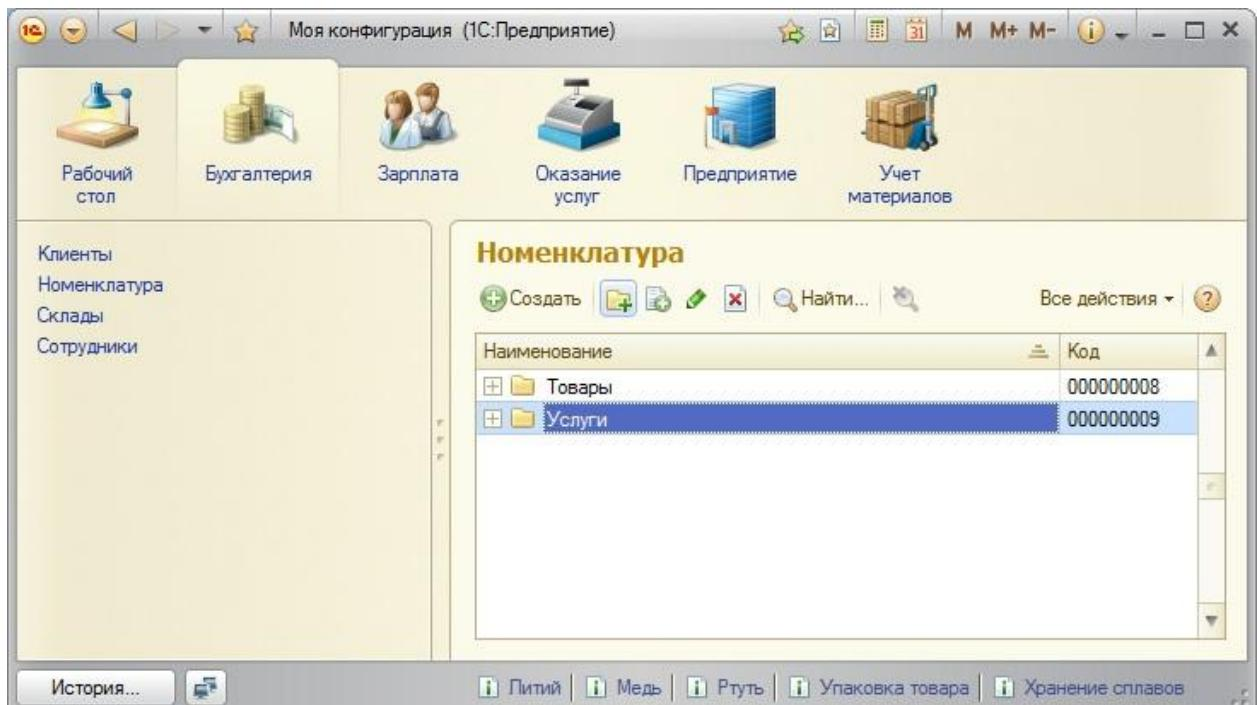

Рисунок 26 Создание новой группы в справочнике
- Запустите приложение в режиме «1С:Предприятие». Откройте справочник «Номенклатура» и создайте с помощью кнопки «Создать новую группу» на панели инструментов две группы: Товары, Услуги (рис. 26).